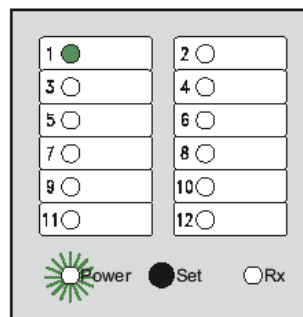

Abb. 10
- "Kanal-LED 1" leuchtet dauerhaft, "Power-LED" blinkt (Abb. 10).